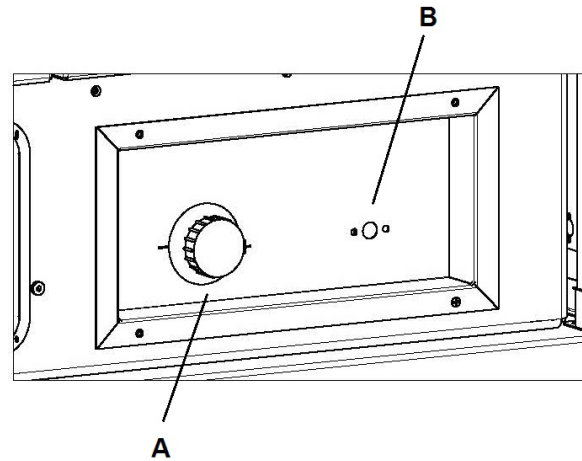
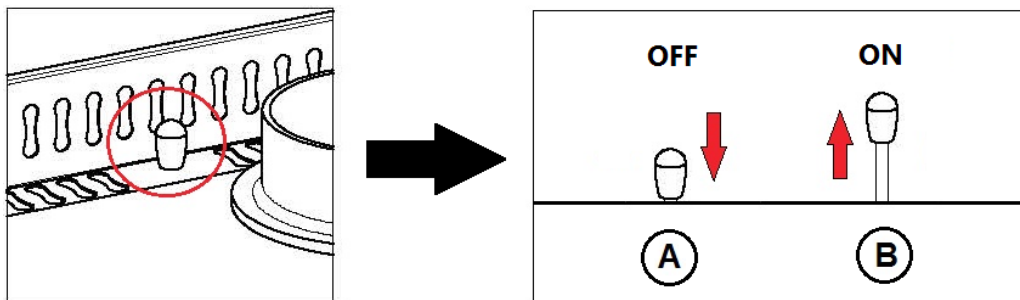
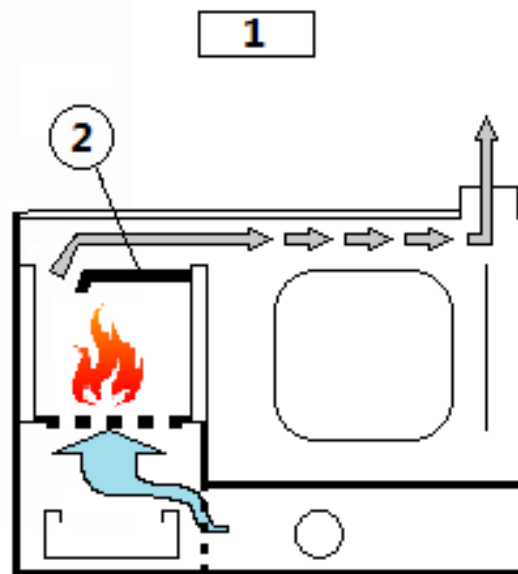
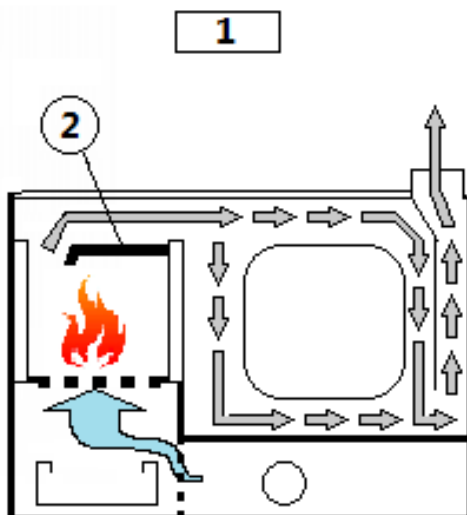

Fig. 27 - Comando principale
Fig. 28 - Leva valvola fumi
Fig. 30 - Accensione
Fig. 31 - Riscaldamento-cottura
Bypass fumi (vedi Fig. 28 a pag. 27): all'accensione della caldaia, ruotare di 90° il commutatore meccanico e portarlo nella posizione B per permettere ai fumi di passare direttamente in canna fumaria agevolando la partenza della fiamma e il riscaldamento della canna fumaria stessa. Ad avviamento completato, riportare il commutatore nella posizione di funzionamento normale A (vedi **LA REGOLAZIONE** a pag. 28).
LEGENDA	Fig. 30 a pag. 28
LEGENDA Fig. 31 a pag. 29
- Posizionare il selettore (vedi Fig. 28 a pag. 27) sulla posizione di accensione (orizzontale) così facendo si mette in comunicazione diretta il focolare col camino per agevolare la fuoriuscita dei fumi. Aprire i cerchi e posizionare il deflettore interno nella posizione descritta (POS.A-B vedi Fig. 30 a pag. 28 e Fig. 31 a pag. 29). Regolare al massimo il regolatore termostatico (vedi Fig. 27 a pag. 27).
- Una volta completata l'accensione, riportare il selettore dei fumi (vedi **Fig. 28 a pag. 27**) in posizione verticale ed agire sul regolatore termostatico per stabilire la quantità dell'aria comburente.
- Ad accensione completata, posizionare il selettore dei fumi (vedi **Fig. 28 a pag. 27**) in posizione verticale (A) per utilizzare la maggior parte della potenza termica della caldaia per il riscaldamento dei radiatori (oltre che per la cottura normale sul piano superiore e nel forno).
- Verificare che il deflettore interno sia in posizione come descritto (vedi **Fig. 31 a pag. 29**). In questa posizione, il giro fumi è allungato, favorendo lo scambio termico per il riscaldamento e per la cottura sulla piastra.
- Agire sul regolatore termostatico (vedi **Fig. 27 a pag. 27**) che agisce sulla serranda per l'immissione nel focolare dell'aria comburente, aumentando e diminuendo la velocità di combustione. Il regolatore termostatico agirà automaticamente in base alla temperatura dell'acqua di riscaldamento onde evitare sprechi di combustibile e per limitare ebollizioni.